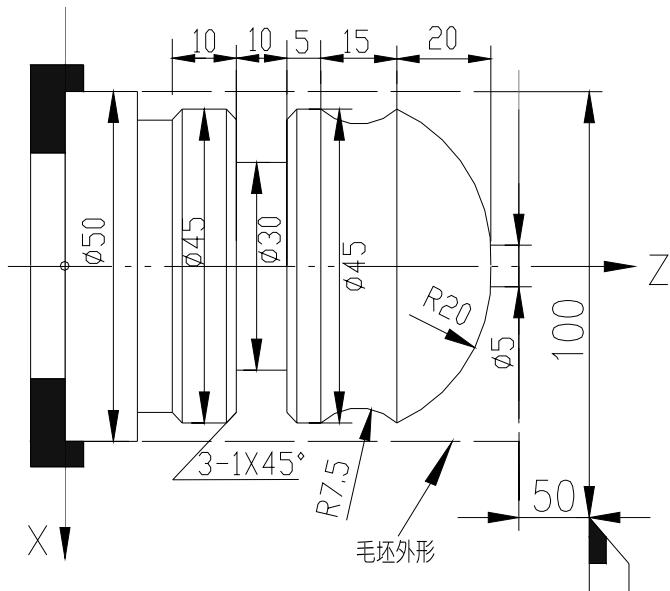

图 7-4-6 加工实例
**示例 5：**加工下图 7-4-6 工件，其中棒料为Φ50×100。用三把刀加工：1号刀—外圆车刀；2号刀—尖刀；3号刀—切槽刀，刀宽 3mm。